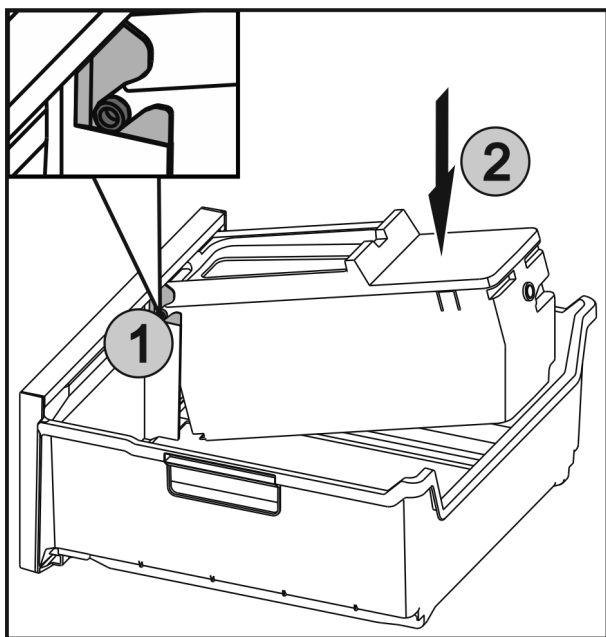

Fig. 43
- ▶ De assen Fig. 43 (1) van EasyTwist-Ice in de geleidingen schuiven en de achterste zijde Fig. 43 (2) erin drukken tot de lip vergrendelt.